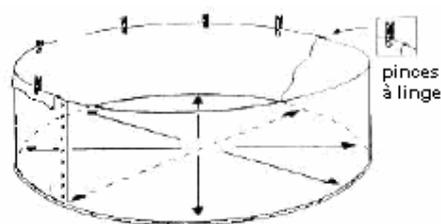
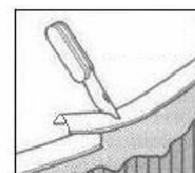

fig. 20
fig. 21
- Localisez et situez la soudure latérale (SL) de sorte qu'elle soit parfaitement droite et perpendiculaire au sol. Ceci vous aidera à placer le liner sans plis.
- Soulevez le côté qui couvre les bords supérieurs de la piscine et fixez-le avec des pinces à linge (fig. 20). Supprimez les plis en tirant doucement vers l'extérieur et ajustez le liner. Tirez délicatement sur le liner en évitant les à-coups.
- Installez le profilé en plastique (PL) autour de tout le périmètre de la piscine et au-dessus du liner. Enlevez au même temps les pinces.
- Quand tous les profilés (PL) sont installés, marquez avec un marqueur l'excédent du dernier profilé (PL). Enlevez-le et coupez cet excédent (fig. 21) (veillez à ne pas endommager le liner en coupant le profilé). Ensuite, installez-le de nouveau.